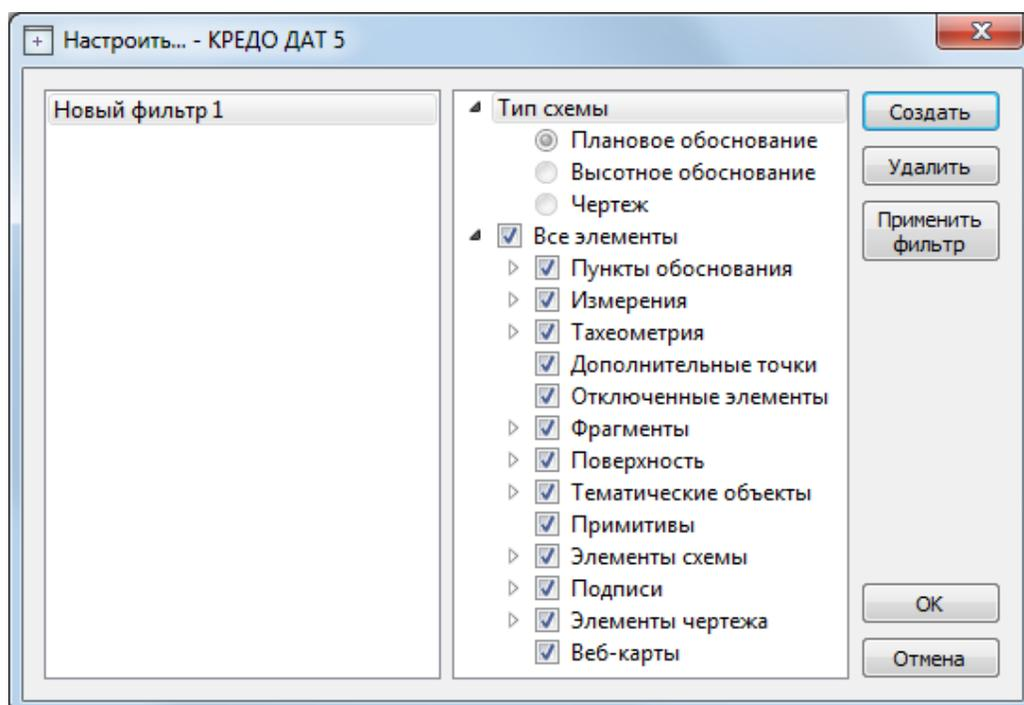

Рисунок 7.3
- Редактирование существующих и создание новых фильтров выполняется при помощи команды **Настроить**, которая вызывает одноименный диалог (см. рис. 7.3).